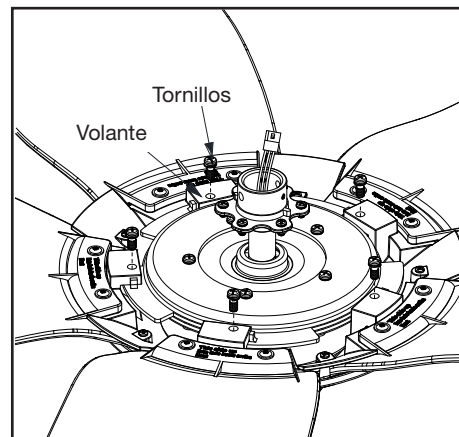

Figura 9
3. Después de alinear los orificios del volante con los orificios de la pestaña, instala los tornillos. (Figura 9)